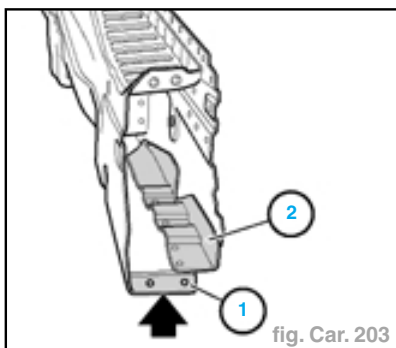

fig. Car. 203
- pour éviter les bruits de craquement, la bride (1) doit être découpée jusqu'au bord de l'enveloppe extérieure du longeron (2) sur la partie avant du longeron percée avec le raidisseur (fig. Car. 203),